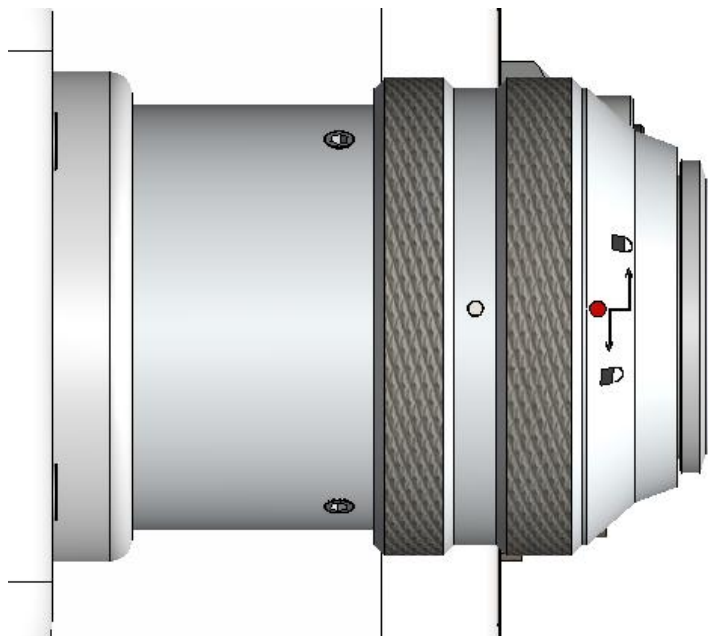

图2.3
- ③ 将QBH连接器拧至打开状态：逆时针方向旋至极限位置（可以感觉到“噎”的一声），注意转到位即可，不要大力拧动，否则可能会损坏QBH内部结构，如图2.3所示。